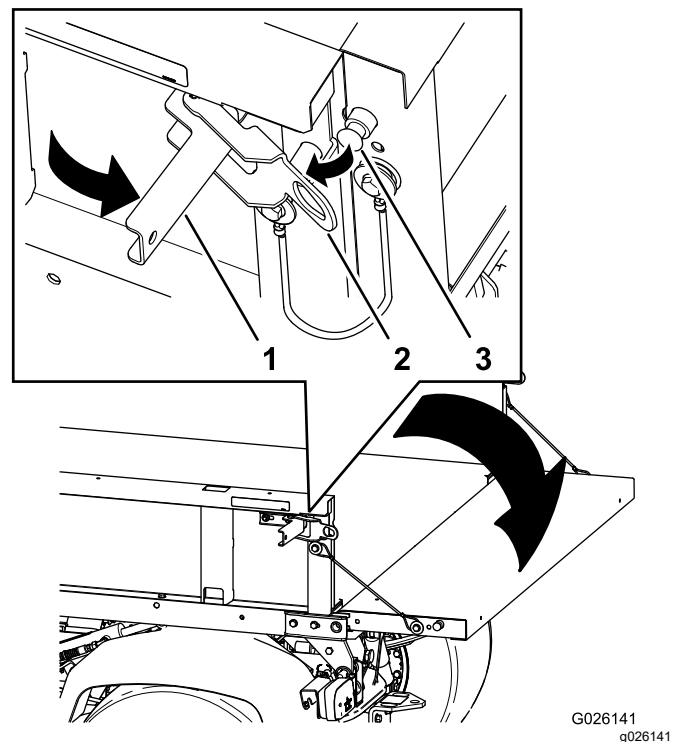

Figure 15
2. Ouvrez les verrous sur les côtés droit et gauche du plateau de chargement et abaissez le hayon (Figure 15).